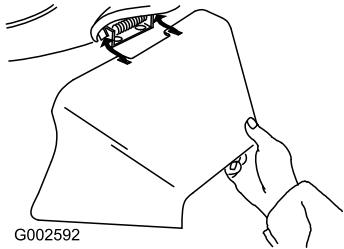

Bild 31
- Setzen Sie den Seitauswurfkanal ein und schließen Sie die Klappe auf dem Auswurfschlitz (Bild 31).